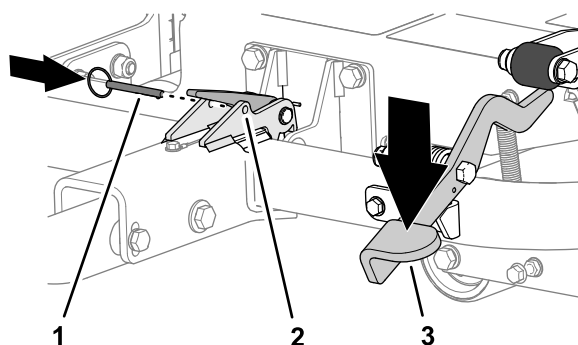

Figura 20
3. Apăsai pedala dispozitivului de remorcare până când acesta se blochează în poziie (Figura 20).
4. Introducei tiftul de blocare prin orificiile din elementul de fixare (Figura 20).